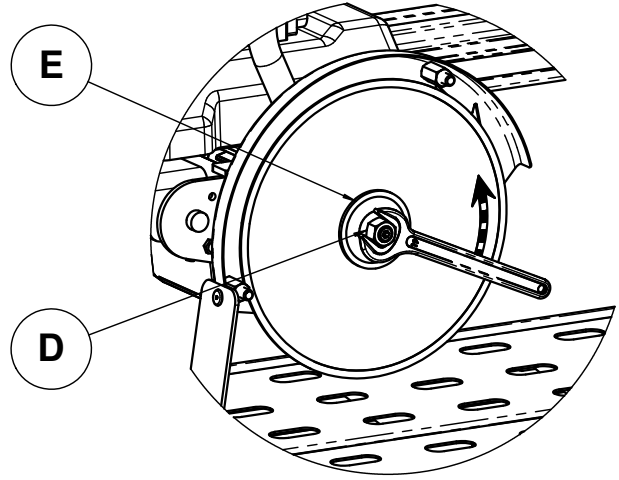

FIG : 6
- Проверьте центровку диска по пластине (F) - [см. рис. 6]
- Установите на место прижимную пластину (E) и зажмите гайку (D).
- Установите защиту, зажмите барашки (C).